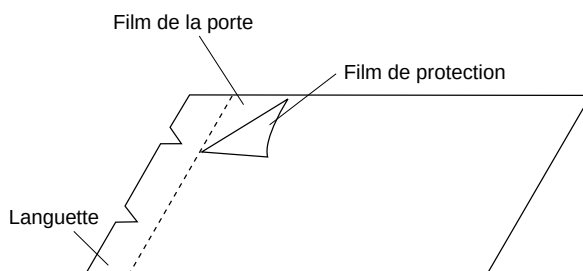

Figure C-6. Film de scellement
3. Placer le film de scellement sur le panneau de la porte. Se reporter au chapitre "Fil de scellement" et à la figure C-6, pour plus de détails sur la manipulation du nouveau film.
4. Saisir deux broches (2) du panneau de la porte des deux trous (2) situés sur les gonds inférieurs et supérieurs du four.